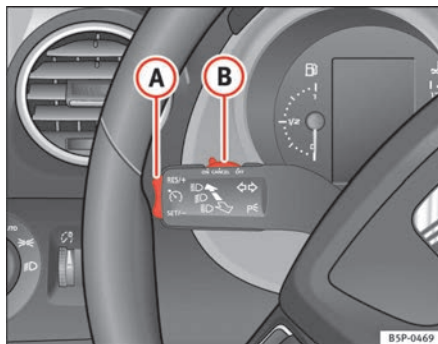

Abb. 147 Blinker- und Fernlichthebel: Schalter und Wippe für die Geschwindigkeitsregelanlage
- Drücken Sie den unteren Teil der Wippe **SET/-** ⇒ Abb. 147 **(A)** einmal kurz, wenn die zu speichernde Geschwindigkeit erreicht worden ist.